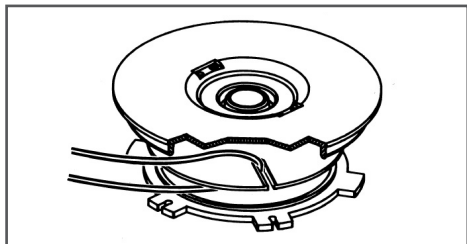

Рис. 10 Замена корда
2. Отрежьте 2,5-3 метра корда, сложите его вдвое и выровняйте концы. Середину корда вставьте в специальный паз в катушке (Рис. 10).